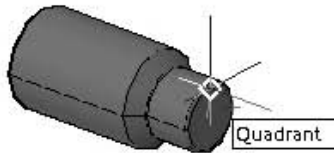

Рис. 12.64. Выбор второй точки на винте
5. Укажите вторую точку с привязкой **Квадрант (Quadrant)** — квадрант окружности основания цилиндрического выступа винта (рис. 12.64):